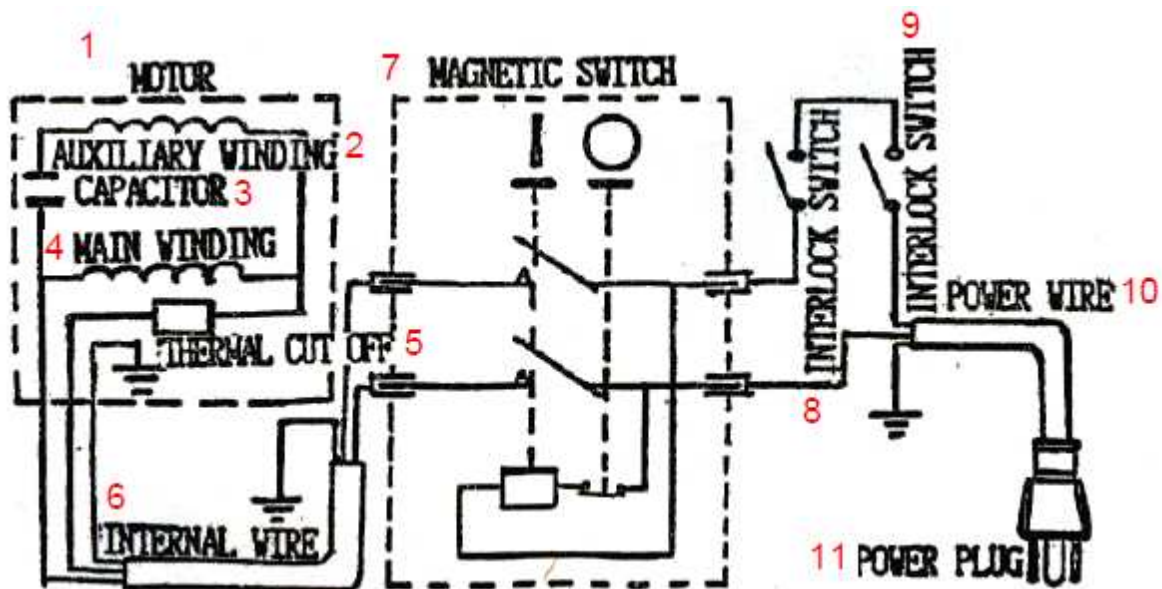
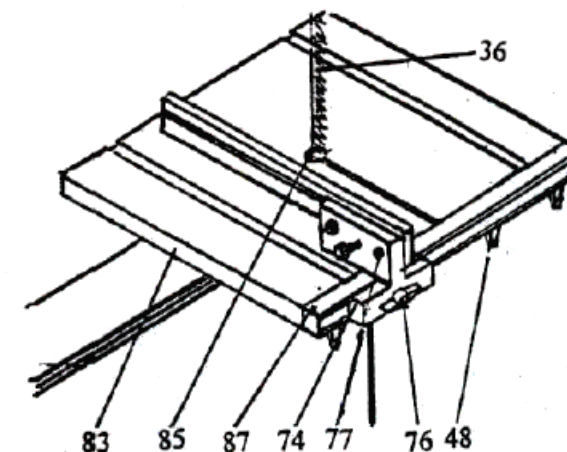
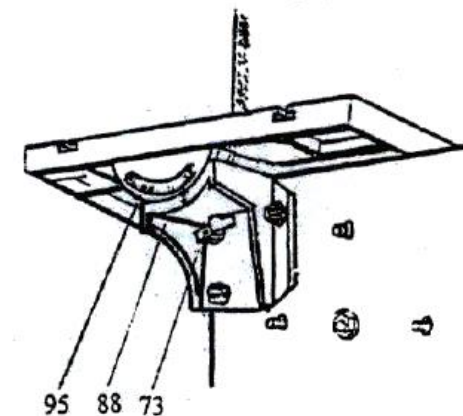

Рис. 1
Рис. 2
Рис. 3
На **Рис. 1** представлена схема подключения
Рабочий стол (83) устанавливается согласно **Рис. 2**. Закрепить вставку (85) в центр рабочего стола. Закрепить направляющую планку (87) к столу с помощью барашковых винтов, как показано на рис. 1. Затем вставить болт (76) с квадратным подголовником в боковую направляющую планку через полосковую шайбу (75). Закрепить верхнюю направляющую планку (79) и боковую планку барашком с шайбой. Поместить верхнюю планку с правой стороны полотна пилы. Ослабить гайки (77). Снять верхнюю направляющую планку и ослабить барашек (76). Сдвинуть стойку верхней направляющей планки (74) вправо от полотна (36) пилы. Затем закрепить верхнюю направляющую планку с другой стороны стойки верхней направляющей планки. **ВНИМАНИЕ!** Не допускается силовая подача материала на пилу. Приёмы работы определяются в дальнейшем из практического опыта. Следует по возможности сделать пробные резы на отходах.
1. При использовании стола под углом следует установить угловую планку. **Рис. 3**
2. Ослабить барашек (32) и отрегулировать рабочий стол на требуемый угол по угловой шкале (88).
3. Затянуть барашек (73) так, чтобы рабочий стол не перемещался во время работы.
1. Сначала открыть верхнюю и нижнюю дверцы (8) и (9), затем ослабить маховичок (20), рис. 3.
2. Снять боковую направляющую планку (87) и полотно пилы (36), рис. 1.
4. Установить боковую направляющую планку (87).
5. Вращая маховичок (20), натянуть полотно пилы. При нагрузке в 3 кг, приложенной к поверхности пилы, прогиб должен составить около 8 мм. Натяжение пилы должно быть умеренным.
6. Рукой повернуть верхний шкив полотна, отрегулировать прохождение полотна (36) в защитном кожухе вращением рукоятки (33), расположенной сзади верхнего корпуса пилы, как показано на рис. 3, для обеспечения прохождения полотна по центру.